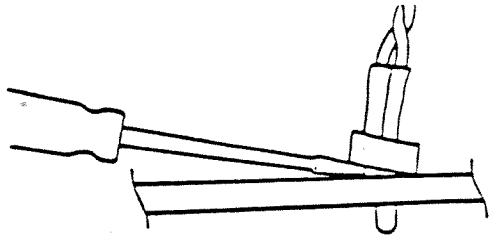

FIGURE 3
- a. Drücken Sie mit einem Schraubendreher den kleinen Kunststoffhaltering von dem Leuchtdiodenhalter weg (Abb. 3). Schieben Sie den Haltering an den Verdrahtungen hoch und aus dem Weg.